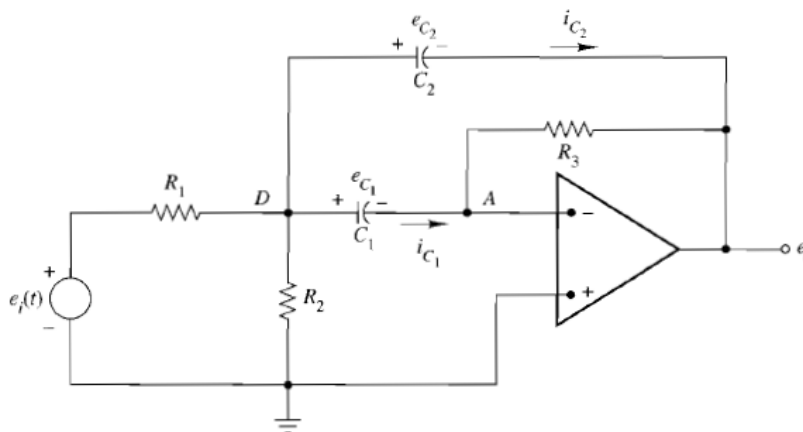

Figura 1: Sistema eléctrico de segundo orden
- Diseñar e implementar un sistema eléctrico que corresponda a la Figura 1. El sistema debe poder ser modificado para cambiar el tipo de respuesta.